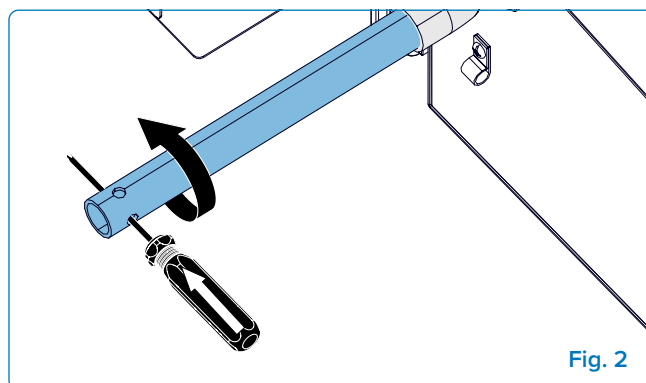

Fig. 2
5. **Rökarens utloppsrör** – kan skruvas loss för rengöring—för in en skruvmejsel i spetsens hål för extra hävstång (**Fig. 2&3**).